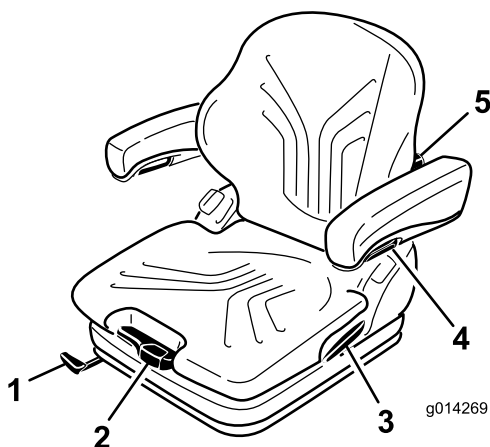

Рисунок 22
Регулировка сиденья по массе тела оператора осуществляется вытягиванием или нажатием рычага регулировки по массе тела (Рисунок 22).
1. Для регулировки поднимите рычаг, чтобы разблокировать сиденье (Рисунок 22).
Поворачивая головку регулировки вверх, можно изменять изгиб подушки верхней части спинки. Поворачивая головку регулировки вниз, можно изменять изгиб подушки нижней части спинки (Рисунок 22).
Для регулировки высоты подлокотников отделите от крышки круглый колпачок (Рисунок 22), отпустите шестигранную гайку (13 мм) под него, отрегулируйте
Для регулировки угла подлокотника поворачивайте головку регулировки (Рисунок 22).
Поднимите вверх блокировочный рычаг для высвобождения фиксатора спинки (Рисунок 22). При высвобождении фиксатора спинки не нажимайте на нее.